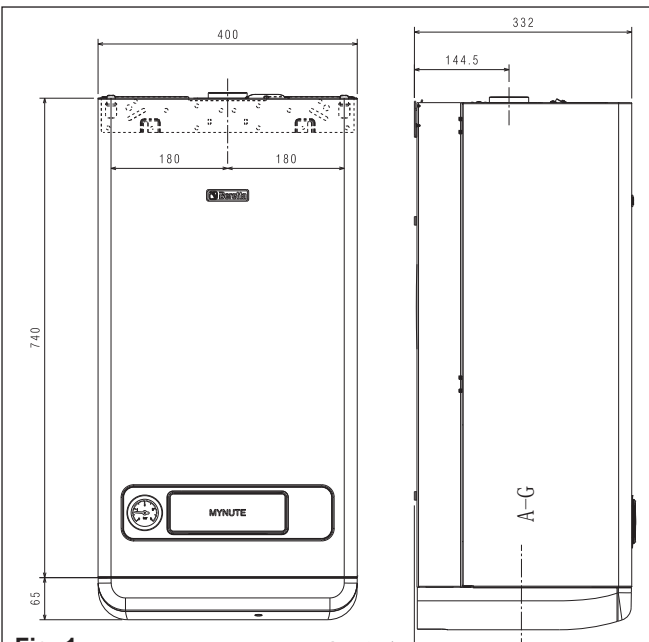
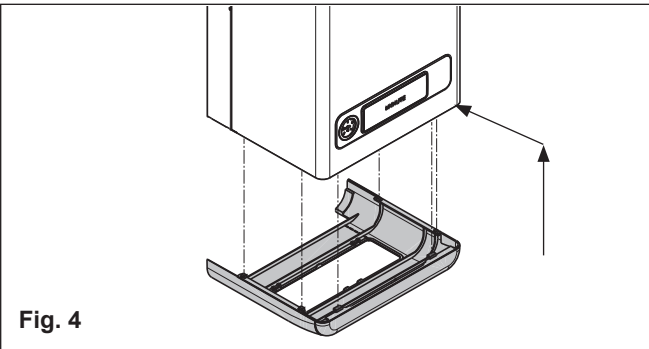

Fig. 1 A-G=水—燃气
Fig. 4
1. 锅炉安装 (Fig.1-Fig.4)
- 至少为锅炉预留最小的防火与维护空间 (Fig.4)。
3. 底盖 (FIG. 4)